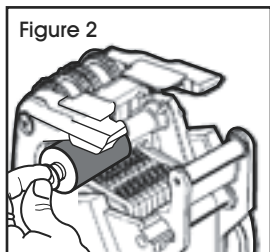

Figure 2
3. Tenez le nouveau rouleau encreur par sa tige. (Voir figure 2)
4. Faites-le glisser sur le montant, en l'enclenchant en place. (Voir figure 2)